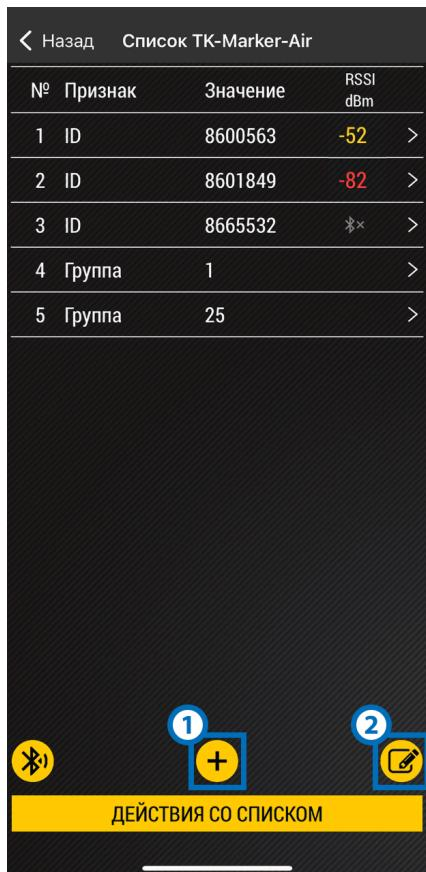

Рис.24. Список меток TK-Marker-Air
- Если выбран вариант работы «**Из списка**», необходимо будет создать список меток, нажав на строку «**Список TK-Marker-Air**». В списке меток содержится информация об уровне сигнала RSSI для каждого устройства из списка, записанного в приемник. Механизм добавления меток в список аналогичен добавлению TKLS-Air и TKAM-Air — это выбор из меток, обнаруженных в зоне видимости приемника или добавление вручную с указанием серийного номера метки. В список меток можно также вручную добавить группу меток, для этого нажмите на кнопку на Рис.24, п. 1. Во всплывающем окне введите номер группы, оставив пустым поле для ввода серийного номера метки. Допустимый диапазон групп меток от 1 до 25. Также можно загрузить список меток из файла **.csv**, нажав **Действие со списком | Загрузить из внешнего файла**, если список был получен извне и сохранен в памяти телефона. Или нажать **Действие со списком | Загрузить из памяти приложения**, если список создавался в приложении USP Tool на этом мобильном устройстве.
- Вы можете отредактировать список, нажав на кнопку на **Рис.24, п.2**. Кнопка редактирования списка предназначена для выбора меток или групп и последующей установки для них одинаковых настроек. Также можно удалить все выбранные метки и группы из списка (**Рис.26**).